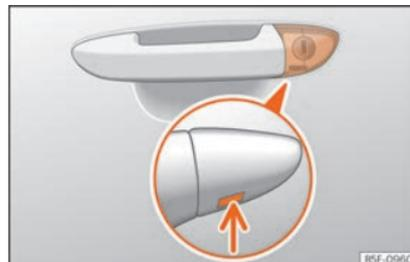

Abb. 5 Fahrertürgriff: verborgener Schließzylinder.
- Den Schlüsselbart am Fahrertürgriff in die untere Öffnung der Abdeckkappe stecken »» Abb. 5 (Pfeil) und die Abdeckkappe von unten nach oben abziehen.